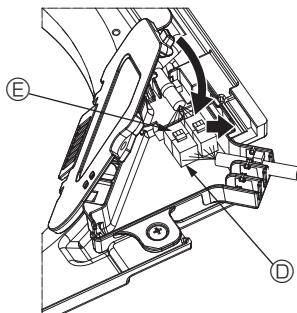

Fig. 5-10
③ Dopo avere inserito i cavi nella scatola dei connettori, chiudere il coperchio. Accertarsi che i cavi non rimangano impigliati. (Fig. 5-10)